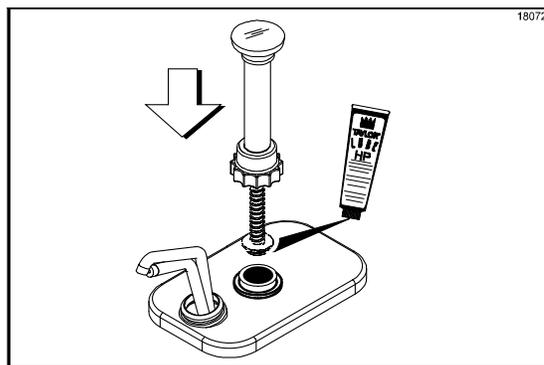

図95
14. シールアッセンブリーにループを塗り、プランジャーアッセンブリーをポンプ本体のシリンダー開口部に設置します。(図95を参照)。